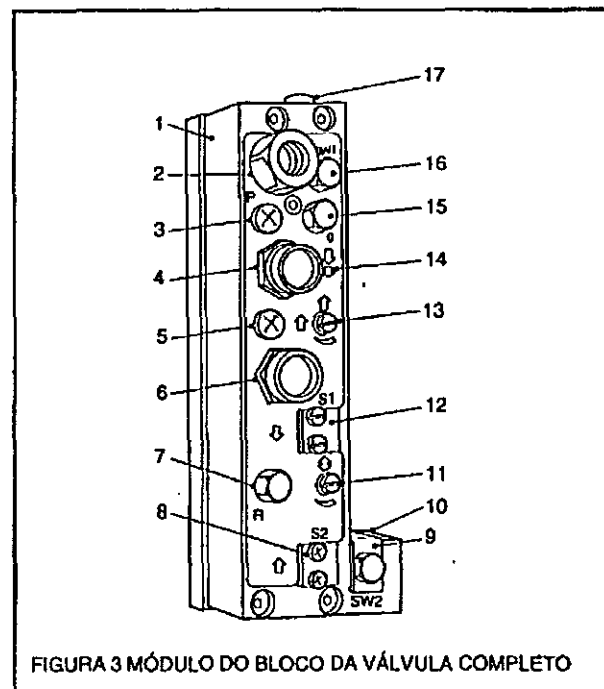

FIGURA 3 MÓDULO DO BLOCO DA VÁLVULA COMPLETO
VÁLVULA DE CONTROLO (FIGURA 3)
Fechar (11), Figura 3.
Ligar a alimentação de ar e premir (6), Figura 3.
Regule a Figura 3 (11/13/14) de forma a obter as alimentações de avanço e de recuo para a operação.
Efectue uma série de furos experimentais para determinar o avanço ideal e regulações da HCU utilizando (11), Figura 3